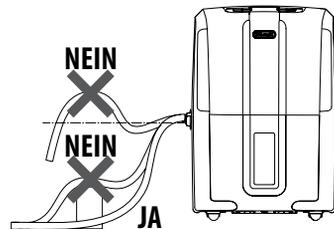

Abb. 5
- Sicherstellen, dass der Schlauch nie höher liegt als die Tülle (Abb. 5). Andernfalls läuft das Wasser weiterhin in den Tank. Ferner überprüfen, dass der Schlauch nicht abgeklemmt ist.